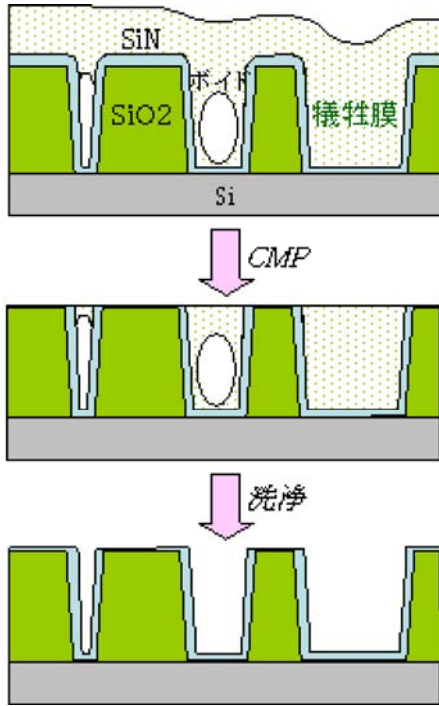

図1) $\phi 20\text{nm}$ ホールパターン形成工程
しかしながら、Backfillでは、ホール開口部にRが付いてしまい好ましくない。そこで、アスペクト比20かつエッジのたった超微細ホールパタンを実現可能に、SiN-CMPを含むホールパタン形成工程を検討してきた(図1)。課題は、(1) R部分を完全除去可能なSiN残膜厚の制御、(2)CMP後洗浄によるホール内残渣の完全除去であった。